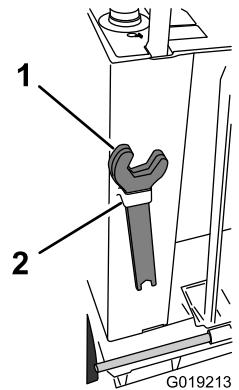

Figure 14
5. Retirez les 2 clés du support de rangement sur le côté arrière gauche du panneau de commande (Figure 14).